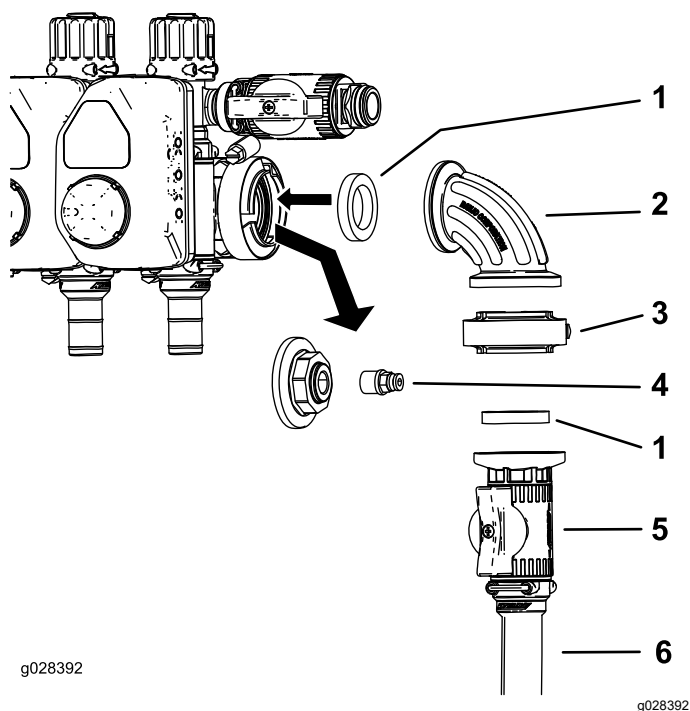

Figura 13
8. Desligue o tampão e acoplador da porta do indicador de pressão (Figura 13).
9. Instale o conjunto da válvula de controlo como se mostra na Figura 13.
10. Instale o acoplador na porta aberta na união de 90 graus (Figura 13).